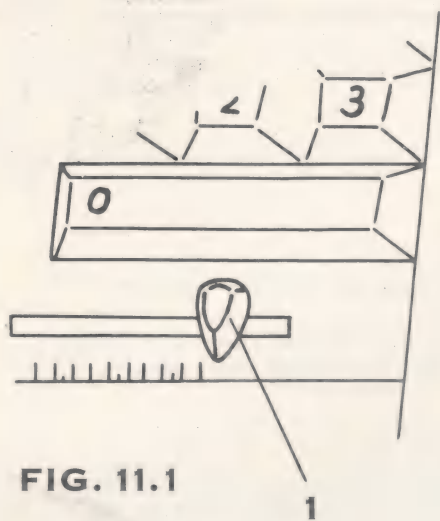

FIG. 11.1
Die Korrekturtaste E0-47 (pos. 1) mit den Fingern ohne Anwendung von Werkzeug abziehen. Siehe Fig. 11.1.